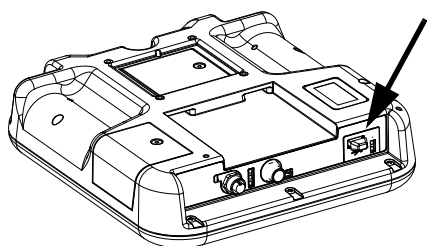

Рис. 42: Порт USB на модуле ADM
1. Подключите флэш-накопитель USB к порту USB (BL). См. раздел Рис. 42 на стр. 63.
3. Извлеките USB-накопитель из порта USB (BL).